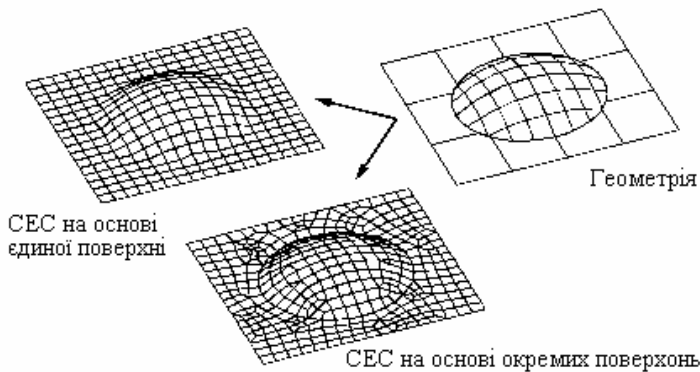

Рис.2.12. До застосування поверхонь з **Multi-surface boundaries**
- *конструкційна*. Створюються та редагуються групою команд з **Geometry→Boundary Surface ▶**. У FEMAP враховано те, що доволі часто поверхнева СЕС створюється (автоматично) більш вдалою (див. рис.2.12), якщо декілька геометричних поверхонь об’єднати у єдину. Це тому, що створення поверхневої СЕС проводиться від контуру поверхні. Є поняття „**Multi-surface boundaries**” („граничний контур декількох поверхонь”, коли внутрішні контури – відкинуті) та „**Underlying Surfaces**” („підкладені поверхні” – ті, на основі яких будується поверхня з **Multi-surface boundaries**). Командою **From Curves...** поверхня створюється